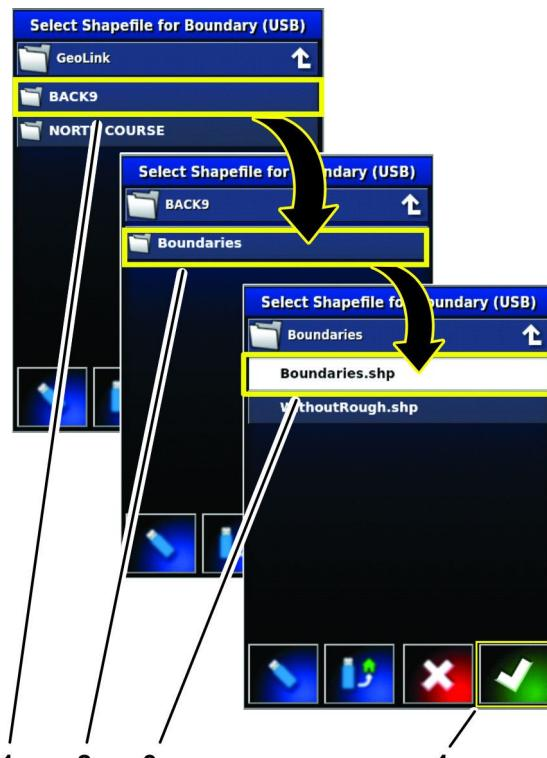

图 76
8. 按目录图标图 76 导航至在 导出场地边界 (页码 29)的步骤 4 中导出的场地信息。
9. 按边界图标再按 BOUNDARIES.SHP 图标然后按“确认”图标图 76。